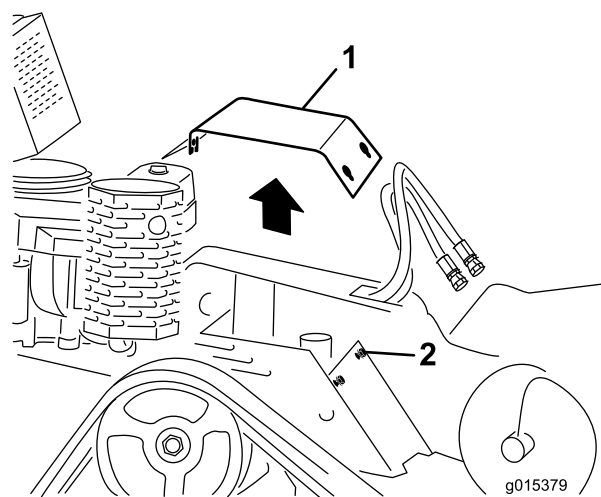

Figura 21
4. Solte os 3 parafusos de fixação da tampa superior à estrutura, em sequência, até a tampa se soltar (Figura 21).
6. Para instalar a tampa superior antes de operar a máquina, encaixe e fixe-a com os 3 parafusos soltos anteriormente (Figura 21).